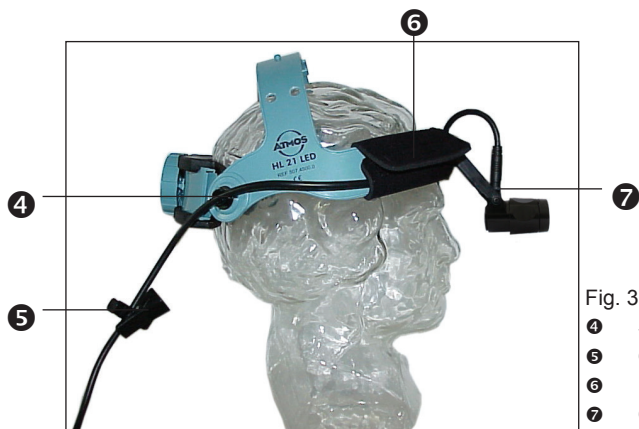

Fig. 3.
- Coja uno de los cables adjuntos y conéctelo en la conexión del fotóforo (⑦, Fig. 3).
- Use el clip del cable si quiere fijar la batería en sus pantalones (⑤, Fig. 3).